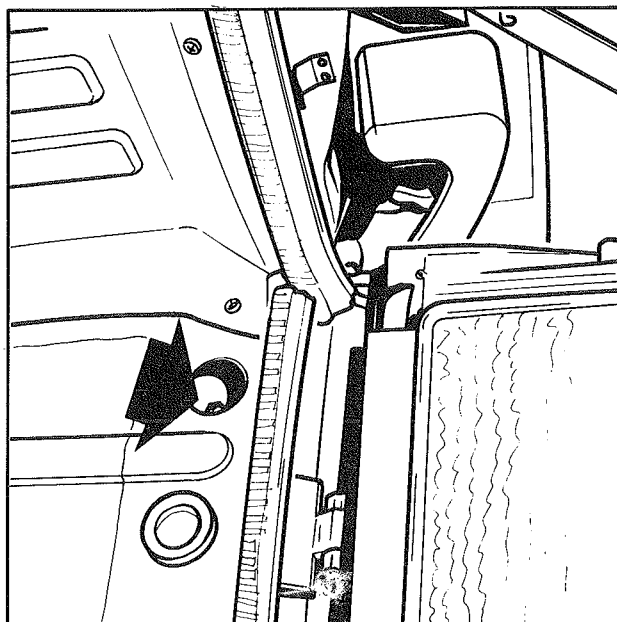

Fig. 1
- Détendre la sangle de fixation du réservoir en dévissant l'écrou situé à l'arrière droit du coffre (Fig. 1) avec une douille de 17 série longue.